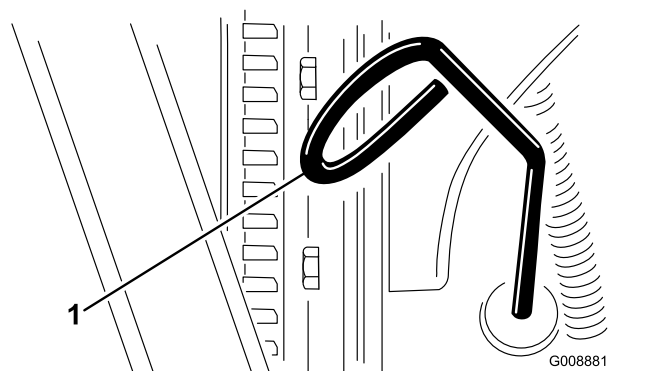

Figure 25
2. Retirez la jauge (Figure 25) et essuyez-la sur un chiffon propre.